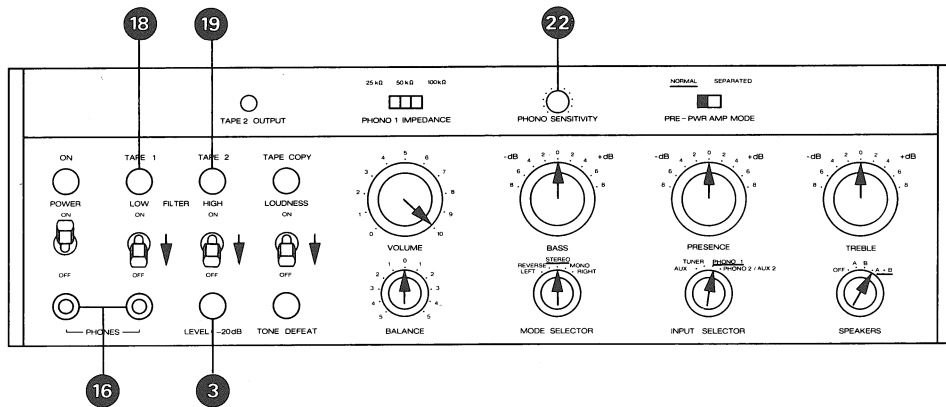

Fig. 4.5.-1
– Bedienungselemente gemäss Fig. 4.5.-1 einstellen.